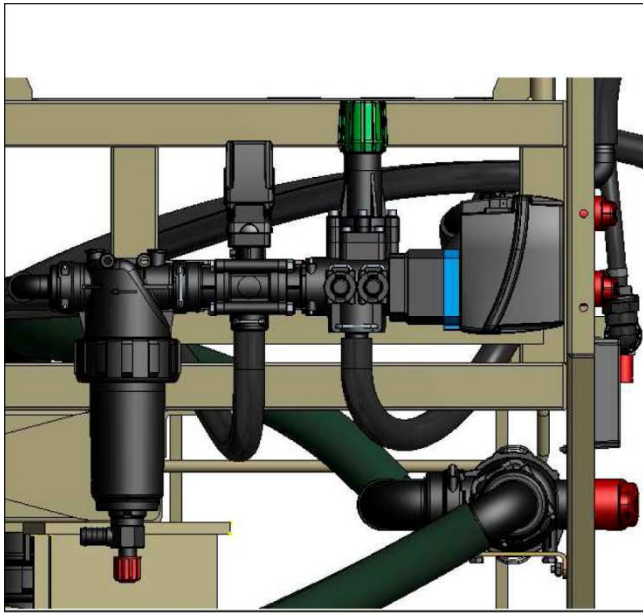

Рисунок 3.15
- главный клапан, пропорциональный клапан, линейный фильтр расположены на правой стороне площадки для обслуживания (рисунок 3.15);